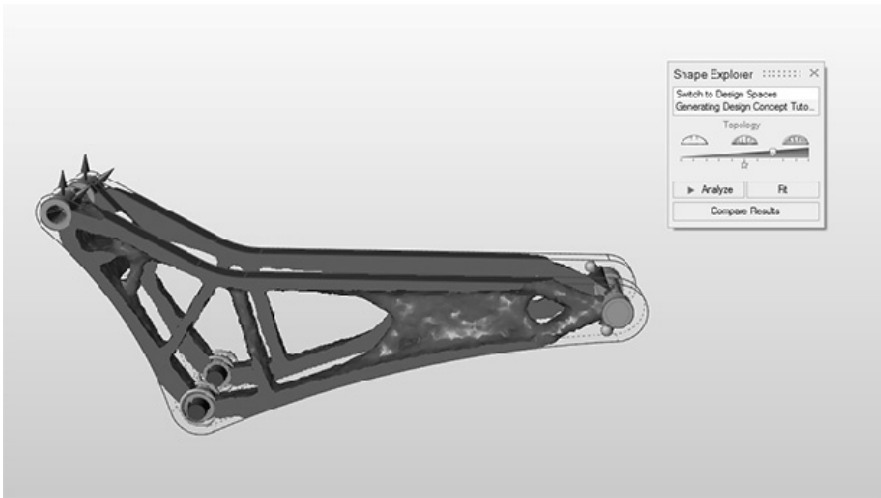

图 10-4
- 3) 使用形状探索器上的拓扑滑块找到生成的形状完全与之连接的那个点，如图 10-4 所示。分析结果将根据滑块位置的不同而不同。